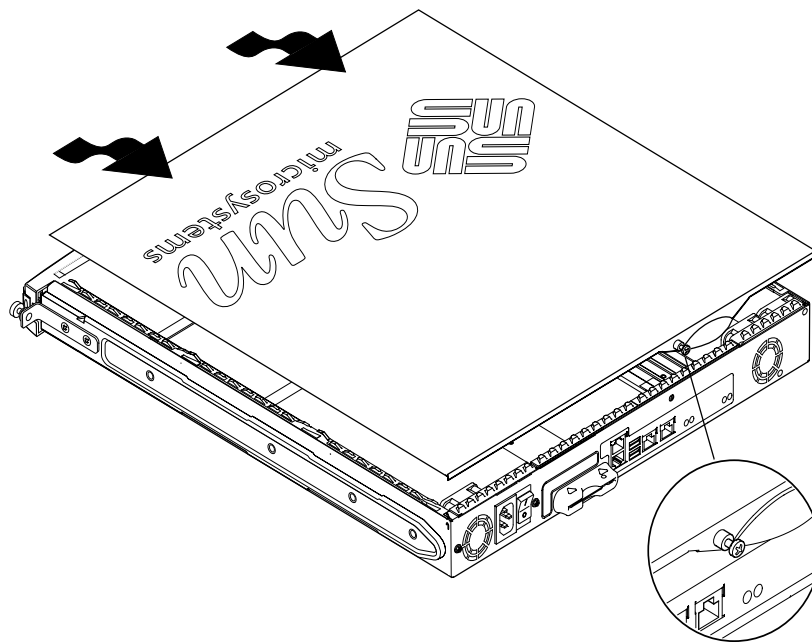

図 8-3 上面カバーの取り外し
2. 本体背面の脱落防止機構付きねじを取り外します (図 8-3 を参照)。